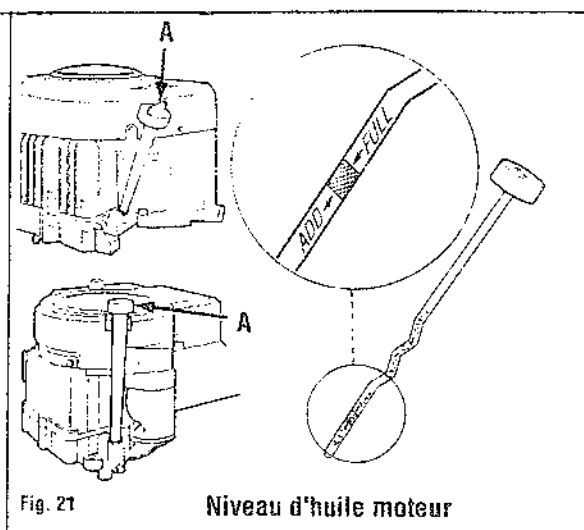

Fig. 21
**APPOINT D'HUILE** : Retirez le bouchon de remplissage d'huile (A, fig.21) et ajoutez de l'huile.